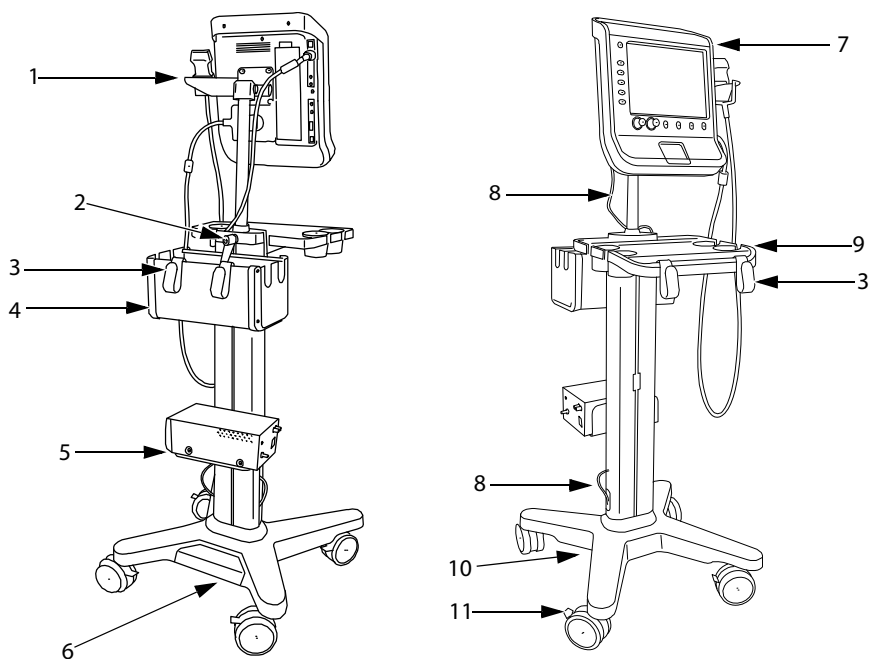

Figura 1 Pedestal V-Universal: Vistas frontal e posterior (mostrado com o sistema de ultra-som S Series e com impressora, cesto e bandeja opcionais)
- ❖ Conecte os seguintes cabos. Consulte Figura 1 na página 3.
- Cabo de alimentação CC (A)
- Cabo de alimentação CA do sistema (K)